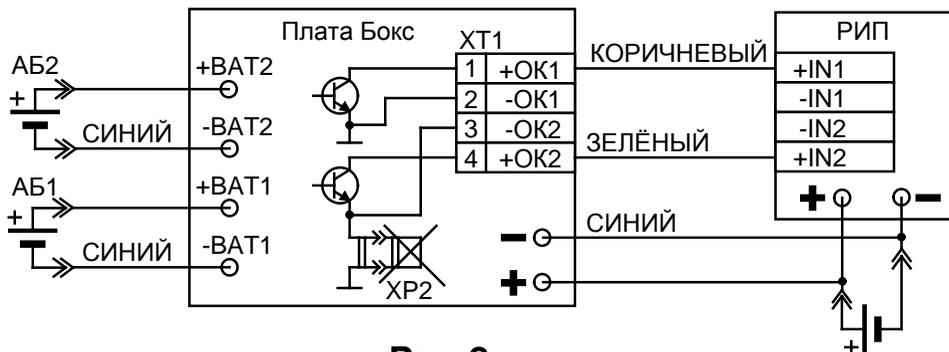

Рис.2
| – по интерфейсу, в случае его подключения к РИП имеющие специальные входы (схема подключения Рис.2);  |                     |
2.2.4 Порядок подключения к РИП (схема Рис.2).
1) Подключить провода кабеля, идущего от интерфейсного разъема ХТ1 Бокса к соответствующим клеммам РИП согласно схеме приведенной на Рис.2. Неиспользуемые провода заизолировать.
5) Подключить клеммы выходного кабеля, **соблюдая полярность**, непосредственно к выводам АБ, которая устанавливается в источник питания РИП (т.е. параллельно клеммам источника питания, см. рис.2).
2.3.1 Для работы Бокса совместно с приборами, имеющими специальные входы IN1 и IN2, подключение производится по схеме на рис.2. Использование специального интерфейса позволяет управлять работой Бокса, и получать информацию о его состоянии. Это даёт возможность наиболее полно использовать ресурс внутренних АБ Бокса.